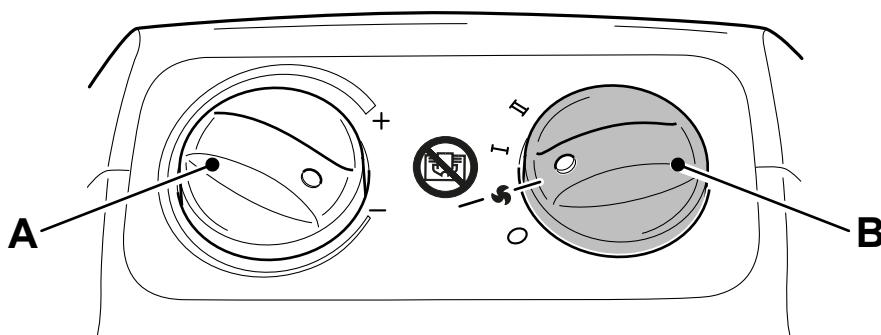

Fig. 5
- To activate VENTILATION function, turn knob “B” so that reference mark “●” is aligned with the “S” symbol on the control panel (fig. 5).
- Pour activer la fonction VENTILATION, tourner la molette “B” de telle sorte que la référence “●” soit alignée sur le symbole “S” présent sur le pupitre de commande (fig. 5).
- Zur Aktivierung der Funktion BELÜFTUNG drehen Sie den Knopf "B" so, dass der Bezug “●” mit dem Symbol “○” auf der Bedienkonsole zentriert ist (Abb. 5).
- Para activar la función VENTILACIÓN, gire la manija de tal forma que la referencia “●” quede alineada con el símbolo “○”, presente en el panel de mandos (fig. 5).